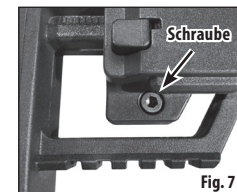

Fig. 7
- Suchen Sie die Schraube auf der rechten Seite der Wangenstütze (Abb. 7).